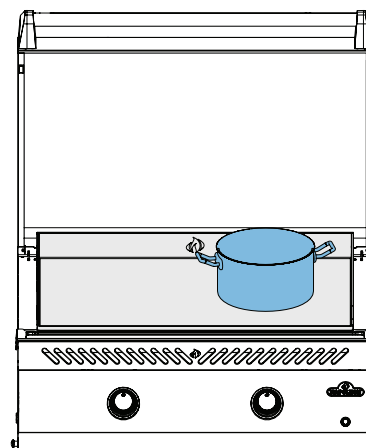

Fig. 3
- Utilisez la plaque de cuisson pour faire fondre ou réchauffer des sauces. Placez les casseroles ou poêles sur le côté, à feu doux à moyen. (Fig. 3)